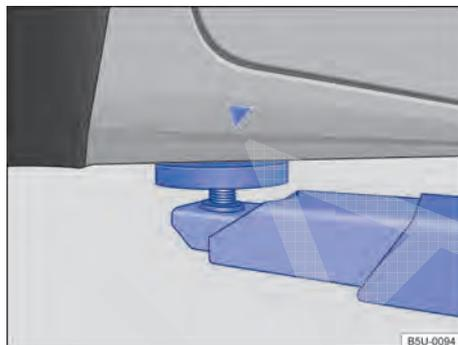
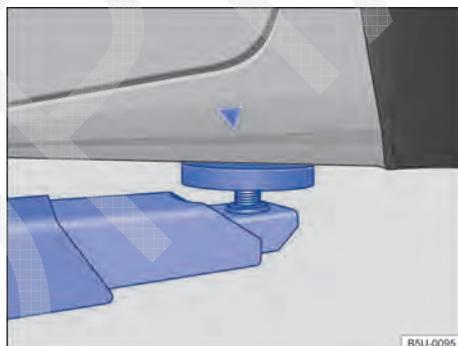

Fig. 183 Pontos de apoio dianteiros para a suspensão com plataforma elevatória ou com macaco.
Fig. 184 Pontos de apoio traseiros para a suspensão com plataforma elevatória ou com macaco.
O veículo deve ser suspenso somente pelos pontos indicados nas figuras → Fig. 183 e → Fig. 184. Se o veículo não for suspenso pelos pontos indicados, podem ocorrer danos no veículo → ⚠️ e ferimentos graves → ⚠️.
- Suspender o veículo somente pelos pontos indicados nas figuras → Fig. 183 e → Fig. 184. Se o veículo não for suspenso pelos pontos indicados, o veículo poderá cair da plataforma elevatória quando, por exemplo, o motor ou a suspensão for desmontado.